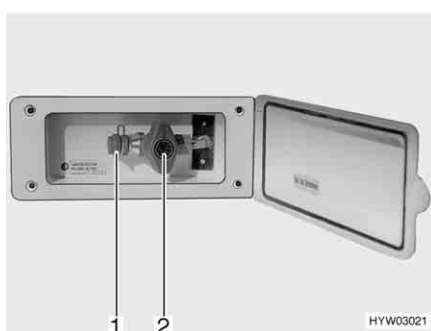

Fig. 47 Presa gas esterna, rubinetto di arresto del gas chiuso
La presa gas esterna (Fig. 47) si trova, a seconda del modello, nella parte posteriore o sul lato destro o sinistro del veicolo.
- Collegare l'apparecchio a gas esterno all'attacco (Fig. 47,1).
- Aprire il rubinetto di arresto del gas (Fig. 47,2).